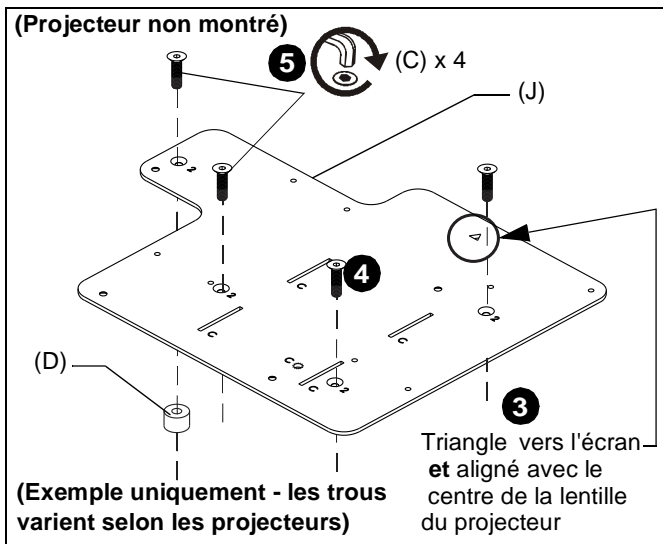

Figure 1
2. Placez quatre rondelles (D) sur les insertions filetées au bas du projecteur.
3. Placez le support d'interface (J) [avec le marquage « C » visible] au bas du projecteur, en alignant les trous de montage dans le support avec les rondelles et les insertions filetées dans le bas du projecteur, en vous assurant que le triangle du support pointe vers l'écran, et s'aligne avec le centre de la lentille du projecteur. (Voir Figure 1)
4. Placez quatre vis à tête plate M4 x 16 mm (C) dans les trous de montage marqués en « 2 » au travers des rondelles (D) et dans les insertions filetées.